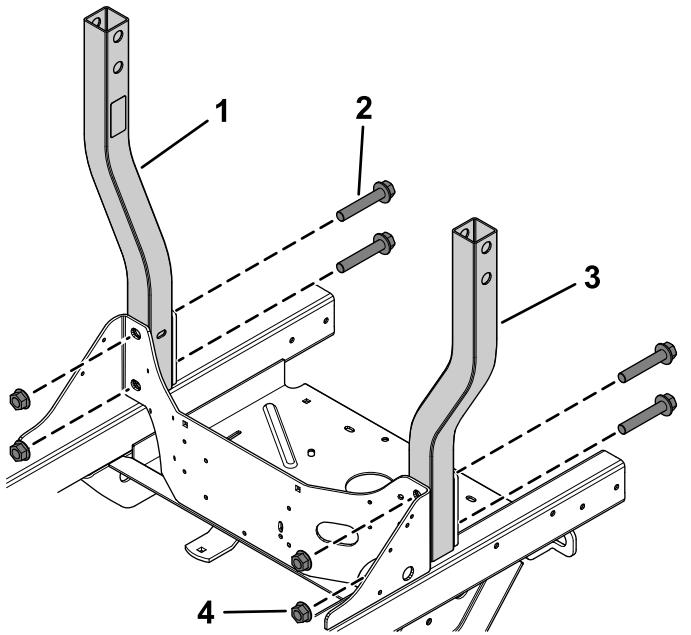

Figura 1
1. Fissate senza serrare i gruppi roll bar inferiori al tosaerba utilizzando 2 bulloni a testa flangiata (⅝" x 3½") e 2 dadi di bloccaggio (⅝") su ogni lato (Figura 1).